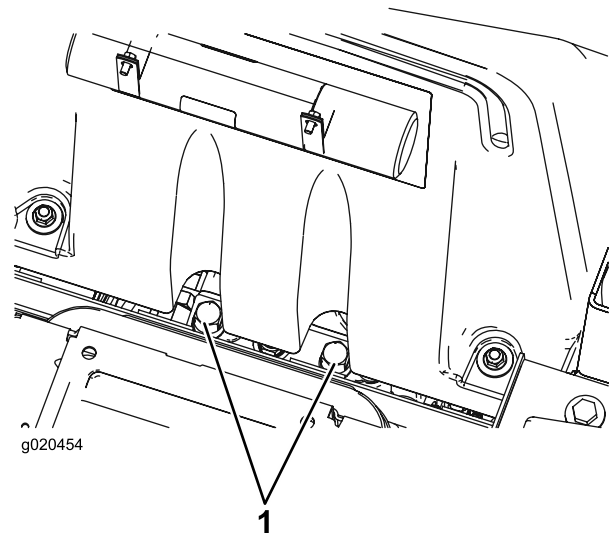

Figura 58
1. Sollevate il sedile e individuate le valvole di bypass, che sono posizionate sotto la parte anteriore del serbatoio del carburante (Figura 58).